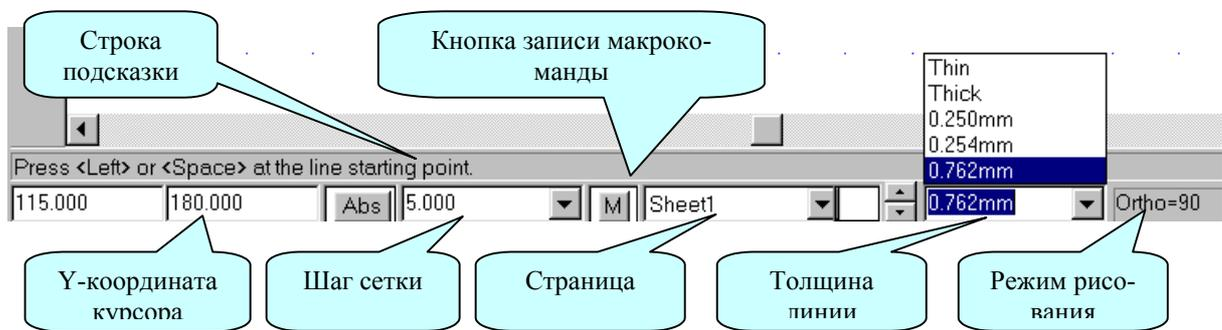

Рис. 4-1. Строка подсказки и строка состояния
В нижней части рабочего поля редактора схем находится строка подсказки и статусная строка системы (рис. 4-1), в которой можно установить координаты курсора, шаг сетки, толщину линий, выбрать страницу проекта, записать макрокоманду. В крайней правой части
3) В статусной строке установите тип линии – основная. Для этого нажмите на кнопку  в правой части окна «Толщина линии» (см. рис. 4-1) и выберите значение «Thick» из списка.
4) Нажимая на клавишу с буквой **O**, установите режим ортогонального рисования линий. Текущий режим рисования отображается в правой части статусной строки. Там должна появиться надпись – Ortho=90 (см. рис. 4-1).